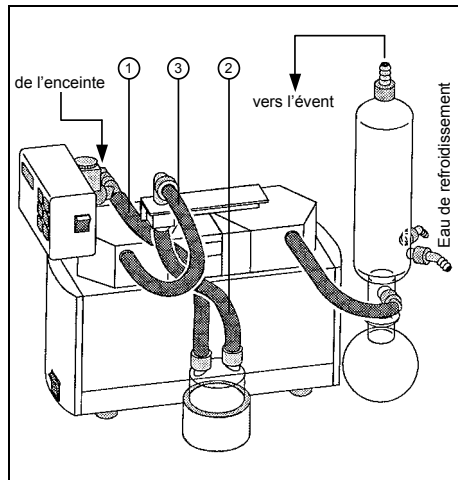

Fig. 11 : Raccordement système SC... (pompes à deux têtes)
- ① Longueur de tuyau environ 220 mm.
- ② Longueur de tuyau environ 150 mm.
- ③ Longueur de tuyau environ 300 mm.
- ④ Longueur de tuyau environ 220 mm.
- ①-④ Tous les tuyaux avec un diamètre intérieur de 10 mm.
- ⑤ Raccordement des pompes à deux têtes suivant la figure 11. Pour le raccordement des pompes à une tête, ou en version Aluminium (reconnaisable à la lettre « A » de la référence), prière de contacter KNF. Choisir les matériaux des tuyaux en fonction des gaz véhiculés.